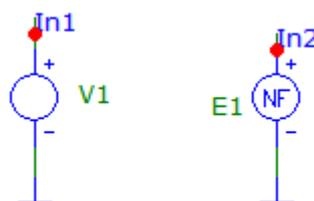

Рис. 8.4 - Схема формирования модулированного сигнала
1. Построить схему (Рис. 8.4) для формирования импульсного модулированного сигнала (радиоимпульса).